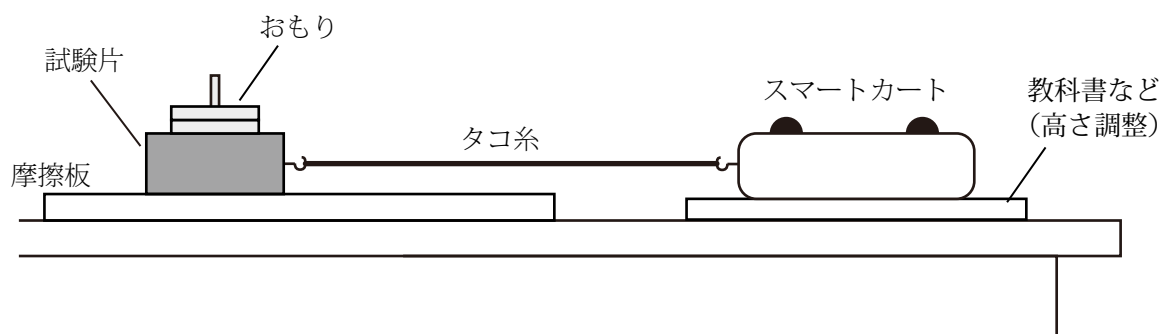
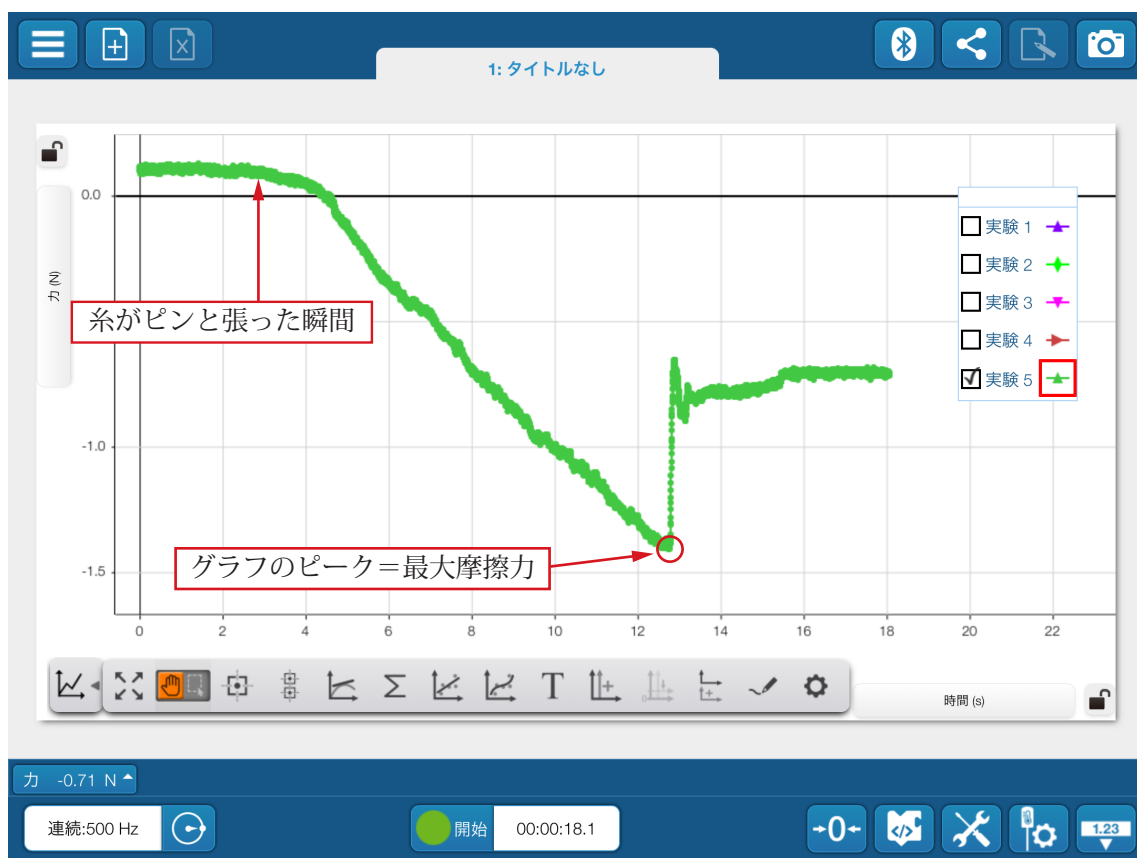

図 1 実験装置.
図 2 測定結果の例.
- ①試験片の質量を有効数字3桁で測定する。
- ②図1のように、摩擦板に試験片とおもり1個を載せ、スマートカートとタコ糸で結ぶ。それぞれのフックの高さが合わないときは、スマートカートの下に教科書などを挟んで糸がピンと張ったときに水平になるように調整する。
- ③スマートカートを SPARKvue と接続し、力センサによる測定を設定する。（設定方法は別紙参照）
- ④たこ糸が弛んでいることを確認して測定開始ボタンを押す。スマートカートをゆっくり引いていくと糸がピンと張る。このとき試験片はまだ止まったままである。ここからさらに引く力を大きくしていくと、試験片が滑り出す。試験片が滑ったら測定を停止する。
- ⑤測定が成功すれば図2のようなグラフが得られるはずである。このピークが最大摩擦力を表している。座標読み取り機能をつかって最大摩擦力の値を読み取り、表1に記入する。
- ⑥上記の測定を5回繰り返し替えて平均値を求める。
- ⑦以上の操作を試験片に載せるおもりの数を2個、3個、4個、5個と増やして行う。